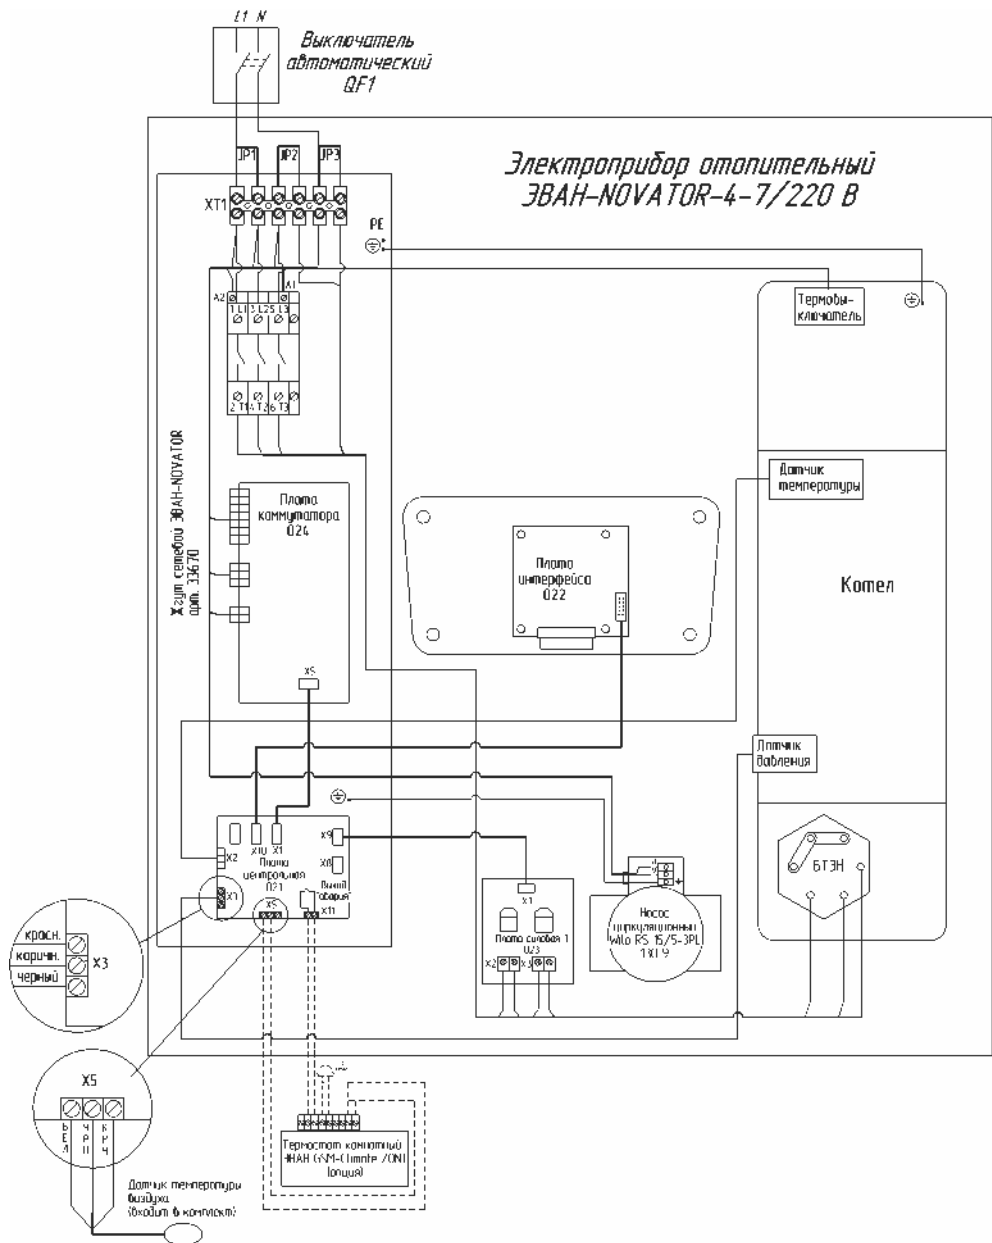

Рисунок 6 Схема подключения ЭВАH NOVATOR -4-7/ 220 В
6.1.13 Подключение силового кабеля, шнура датчиков температуры воздуха и прочих устройств производится согласно ПУЭ и ППБ. Подключение прибора к электрической сети производится по схемам рис. 6–10 только через внешний автоматический выключатель с номинальным током (In) указанным в таблице 2.